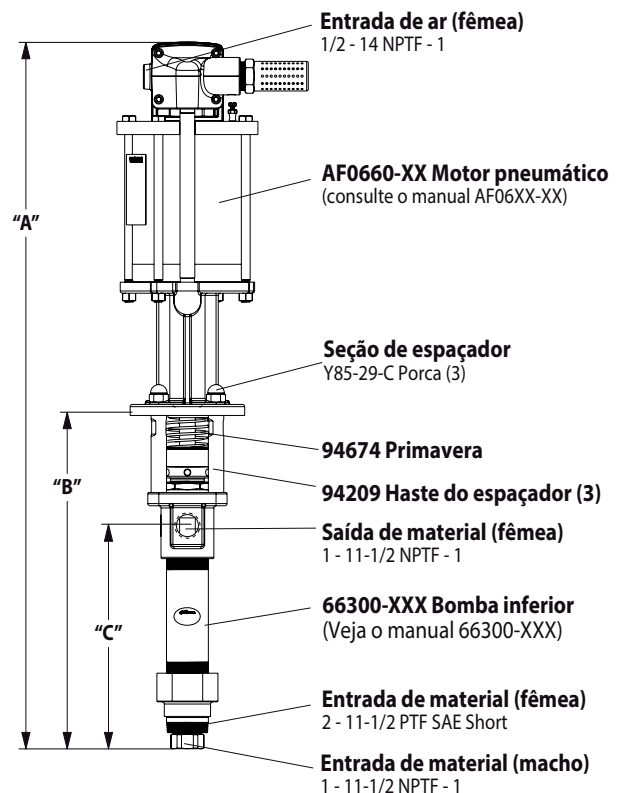

Figura 1
2. Remova as três porcas (Y85-29-C) das três hastas espaçadoras (ver figura 1).